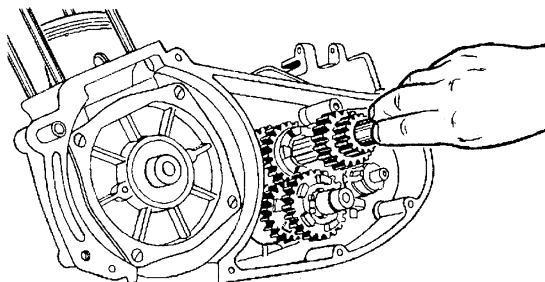

Рис. 3.32. Установка первичного вала
- установить первичный вал в соответствии с рис. 3.32 таким образом, чтобы с торца вторичного вала не упала опорная шайба в соответствии с рис. 3.26;